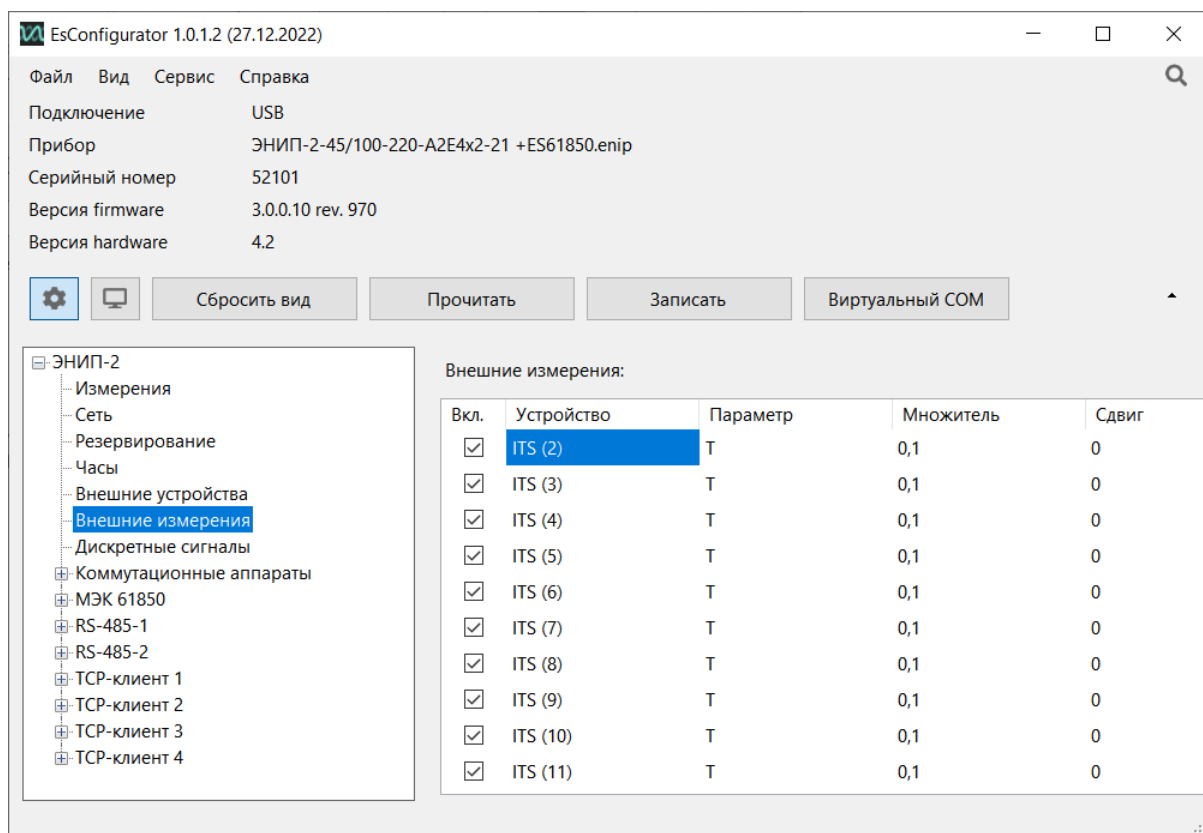

Рисунок 5.5. Включение измерений для передачи данных в системы верхнего уровня
2. В разделе *Внешние измерения* поставить галочку напротив каждого подключенного датчика и установить необходимый множитель (для датчика ITS множитель равен 0,1), см. рис. 5.5.